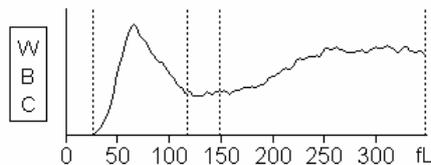

Abbildung 5-29 Zu breite WBC-Schwelle
- Entsprechen die WBC-Histogramme der Mehrzahl der Proben Abbildung Abbildung 5-29, impliziert dies eine zu breite WBC-Schwelle. Sie müssen die Schwelle entsprechend verringern.